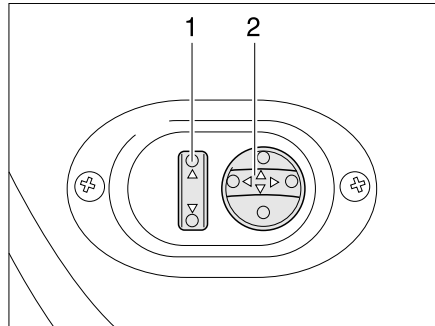

Bild 15 Schalter für elektrisch einstellbare Außenspiegel
- Den Spiegel, der eingestellt werden soll, wählen. Dazu den Kippschalter (Bild 15,1) nach links oder rechts drücken.
- Den Spiegel durch Drücken des Schalters (Bild 15,2) in die entsprechende Richtung einstellen.